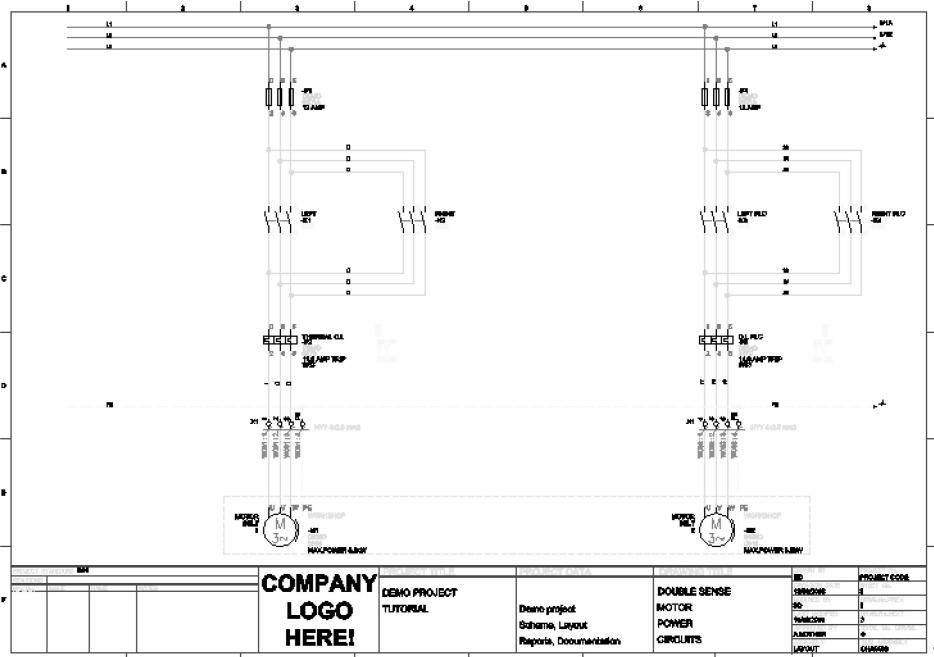

图 4-2 打开页面
**步骤4 使用DraftSight审核图纸** 选择1.dwg并单击【打开】，这里显示目录及图框，如图4-1所示。选择2.dwg，单击【打开】，将显示两个电动机可逆启动回路电路图，如图4-2所示。